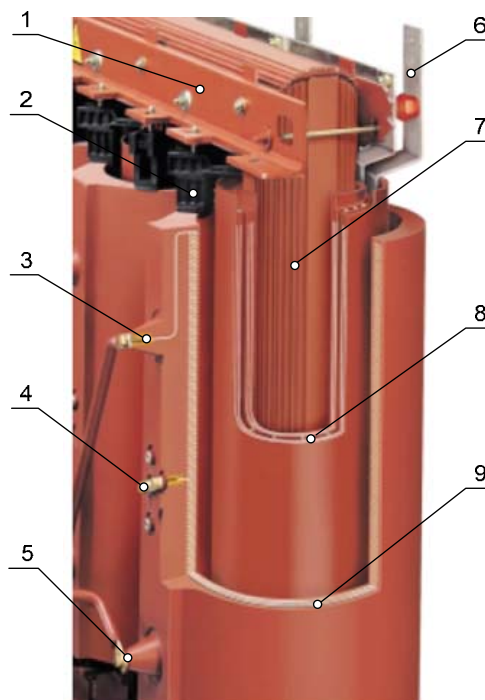

Рис.1.4. Внешний вид катушки трансформатора в разрезе.
1.1.4.1. Магнитопровод (Рис.1.4, поз.7; рис.1.5) трансформатора производится по технологии Step Lap из листов кремнийсодержащей стали с ориентированной структурой, изолированных минеральными окислами. Для повышения стойкости к агрессивным промышленным средам и тяжелым условиям эксплуатации магнитопровод покрыт слоем алкидной смолы.
1.1.4.2. Обмотка низкого напряжения (Рис.1.4, поз.8) изготавливается из алюминиевой или медной ленты (фольги), что гарантирует механическую прочность обмоток при температурных деформациях и аварийных токах короткого замыкания, многократно превышающих номинальный рабочий ток трансформатора. Это позволяет на порядок снизить потери на вихревые токи по сравнению с обычными обмотками. Такая технология упрощает конструкцию катушек, сокращает их общий объем и повышает коэффициент заполнения окна магнитной системы. При этом листовая форма обмотки улучшает теплопередачу и способствует снижению температуры наиболее нагретых точек. Класс нагревостойкости изоляции обмоток низкого напряжения – F (ГОСТ 8865-93).
1.1.4.3. Обмотка высокого напряжения (Рис.1.4, поз.9) выполняется из эмалированного алюминиевого или медного провода. Специально разработанная и защищенная патентом технология намотки обеспечивает низкий уровень напряжения между соседними проводниками благодаря линейному градиенту напряжения, направленному сверху вниз по обмотке. Это увеличивает последовательную емкость в обмотке и соответственно улучшает распределение импульсной волны. Незначительная разность потенциалов между соседними витками позволяет отказаться от межслойной изоляции, повышая тем самым качество изоляционной заливки трансформатора и снижая его массу и габариты.